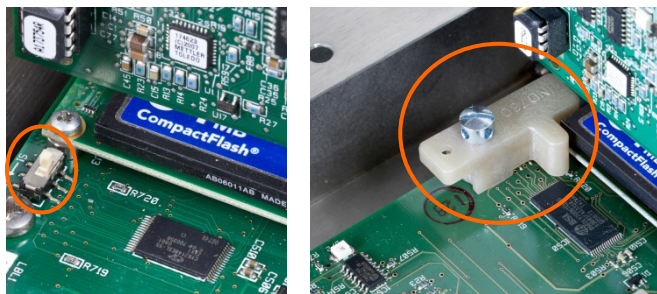

Figura A-113: interruttore di sicurezza metrologica (a sinistra) e coperchio installato (a destra)
2. Installare il coperchio di sicurezza per impedire l'accesso a S-1, l'interruttore di sicurezza metrologica indicato in Figura A-113, interruttori della PCB principale.